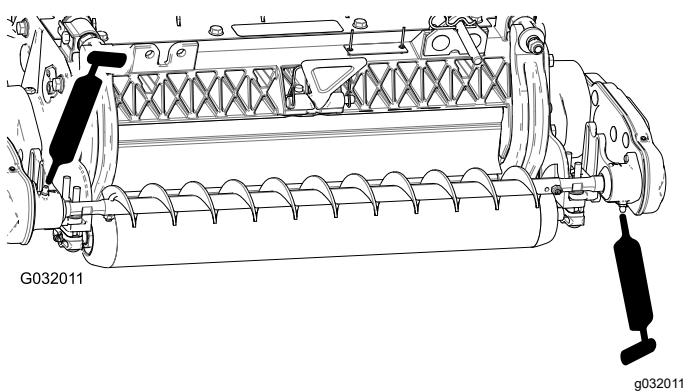

Bild 18
3. Fetten Sie die Schmiernippel an jedem Lagergehäuse der Rollenbürste mit Nr. 2 Allzweckfett auf Lithiumbasis ein (Bild 18). Wischen Sie überschüssiges Fett ab, besonders um die Ausschlusssdichtungen.